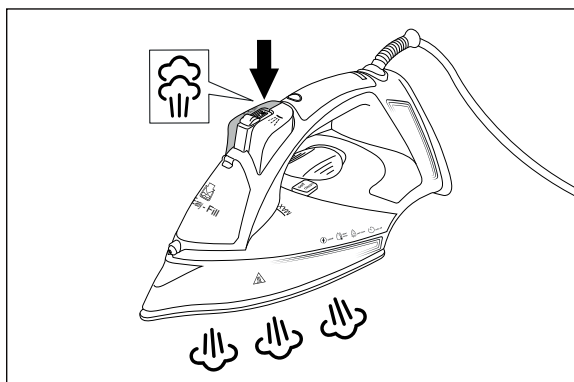

Fig. 6
- 3) Premere brevemente e ripetutamente ad intervalli di circa 5 secondi il tasto per il getto di vapore **4** (vedere fig. 6).
- 5) Puntare lo spruzzatore dell'acqua **1** su un asciugamano e premere il tasto per la funzione spruzzo **5** circa 20 volte (vedere fig. 6).